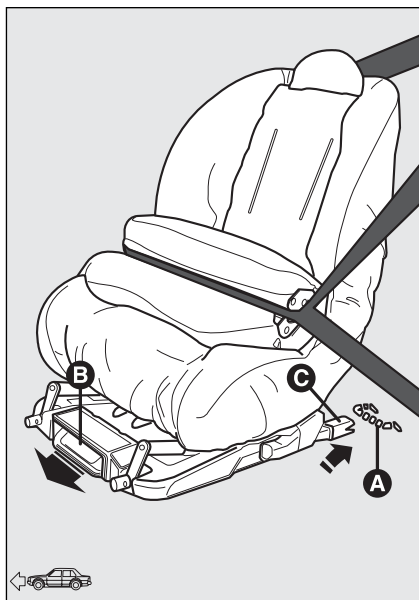

fig. 17
- ☐ asegúrese de que la palanca de desenclanche **B-fig. 17** esté en la posición de reposo (hacia el interior);